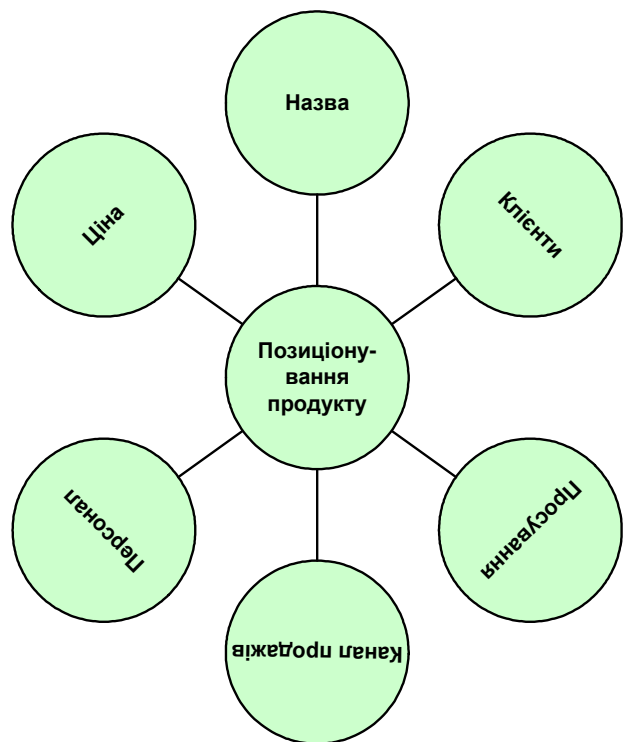

Рис. 1.31. Діаграма
Побудуємо діаграму *Позиціонування продукту* (див. нижче рис. 1.31)
12. У багатьох фігур Visio є свої опції поведінки. Наприклад, для радіальної діаграми можна змінювати кількість гілок. Додамо до копії діаграми ще два елемента. Для цього викличемо правою кнопкою миші контекстне меню, виберемо в ньому команду *Задати число кругів* і вкажемо число елементів 6 (рис. 1.31). Впишемо текст у додані круги – наприклад, «Персонал» і «Клієнти».